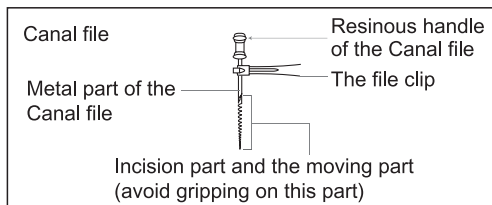

Bild 21
a) När du tar tag i rotkanalen med en kanalfil ska du ta tag i metalldelens övre del (nära rotkanalen vid nålens handtag). Om du tar tag i den nedre delen (bladet eller den rörliga delen) slits filklämman. [Bild 21]